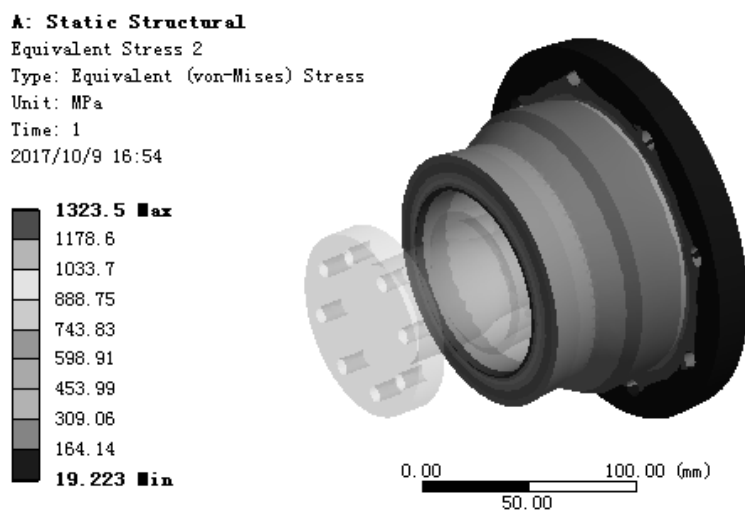

图 9.6.20 应力结果图解 (bush_asm)
(4) 查看 bush_asm 零件应力结果图解。在“Outline”窗口中选中  Equivalent Stress 2，查看图 9.6.20 所示的零件 bush_asm 的应力结果，其最小应力为 19.223MPa，其最大应力为 1323.5 MPa。
(5) 查看 shaft 零件应力结果图解。在“Outline”窗口中选中  Equivalent Stress 3，查看图